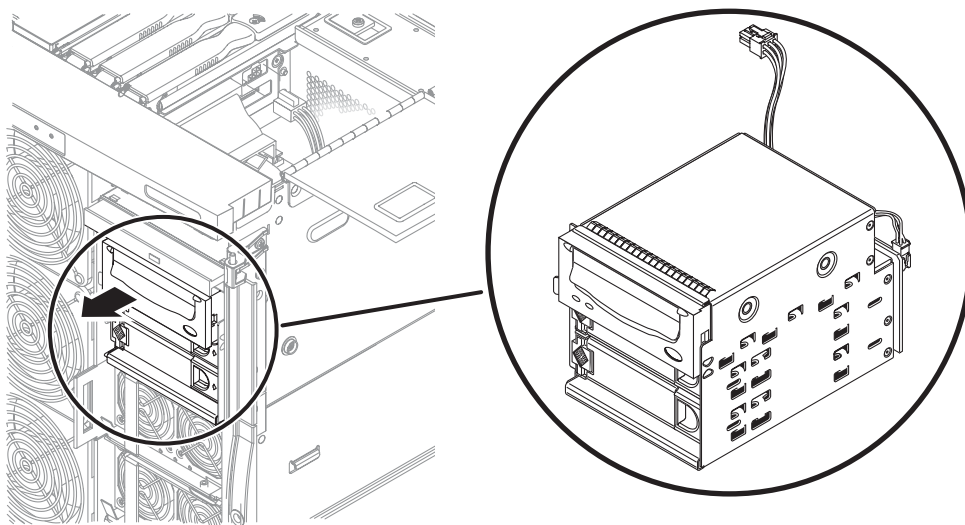

図 6-9 リムーバブルメディアモジュールの取り外し
13. リムーバブルメディアモジュールを取り外します。コネクタとケーブルに何も接続されていないことを確認します (図 6-9)。